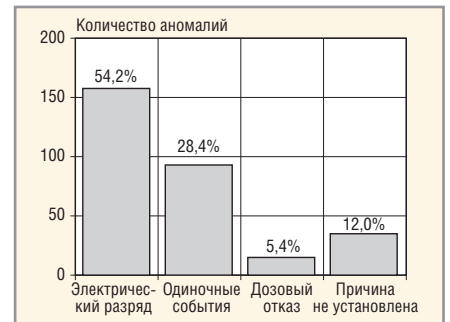

Рис. 1. Влияние эффектов электризации на РЭА космических аппаратов
- Электромагнитные эффекты, приводящие к наведению потенциалов и электрическим пробоям подзатворного диэлектрика (см. рис. 1 [3]), имеющего пробивное напряжение